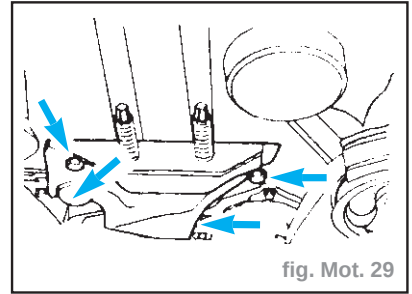

fig. Mot. 29
- Déposer le carter central de courroie de distribution/patte de support moteur avant (fig. Mot. 29).